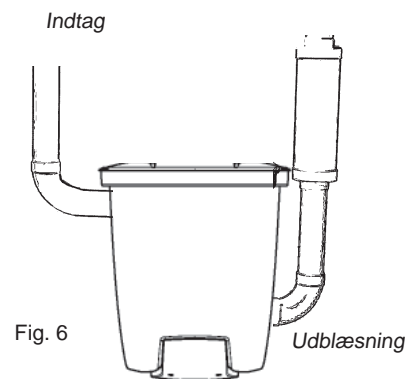

Fig. 6
5. Sæt udstansningsproppen på det udtag, som støvsugerrørets sokkel før sad i. Brug de fire skruer til at holde den på plads. Udblæsningsrøret skal sættes godt fast til væggen for at sikre, at den ikke løsriver sig fra soklen. Husk, at du skal kunne dreje det bøjede rør i forskellige retninger for at sikre en passende rørplanlægning. Forbind derefter udblæsningsrøret og lydæmperen, Fig. 6. Monter centralstøvsugeren, så udblæsningsrøret bliver så kort som muligt, maks. 5 meter. Tag omgivelserne med i betragtning, når du placerer udblæsningen. Derfor bør der altid monteres en lydæmper.